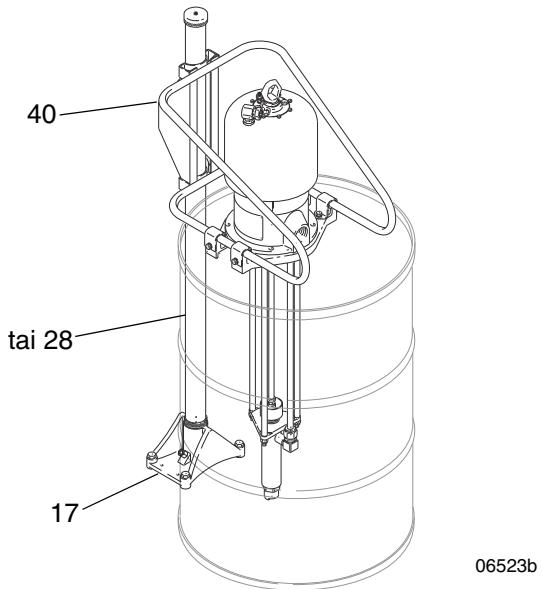
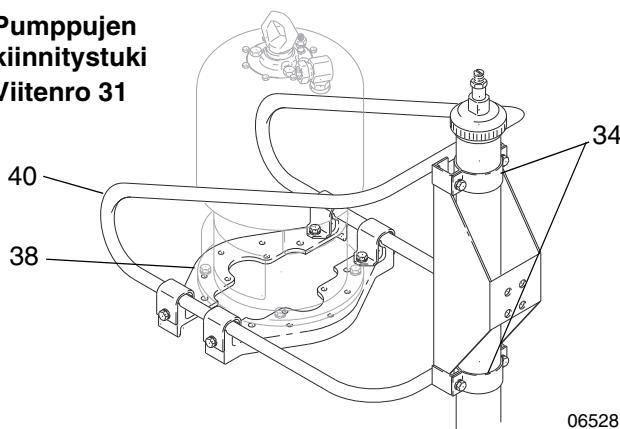

Fig. 1
FIG. 3
Aseta avoin tynnyri nostolaitteen jalustaa (17) vasten. Aseta kiinnike (40) tynnyrin päälle siten, että pannan (34) kolot ovat tiukasti nostolaitteen nostoputkea (14 tai 28) vasten. Katso FIG. 1 ja FIG. 3. Nosta nostoputkea noin 6,4 mm (0,25 tuumaa), asenna pannat (34) ja kiristä huolellisesti. Kiinnitä pumpujen kiinnitystuet (38).